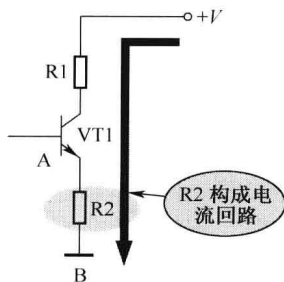

图 1-7 电流回路示意图
(2) 提供电流回路。如图 1-7 所示，电阻 R_2 为电路提供一个电流回路。